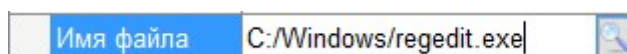

Рисунок 4.59 – При нажатии на кнопку справа откроется диалог для выбора пути к файлу
5. **Диалоговое окно** (Рисунок 4.59). В поле «Значение» есть кнопка для вызова стандартного диалогового окна, в котором и задается свойство. Таким свойством может быть «Цвет», «Шрифт», «Имя файла» и т.д.